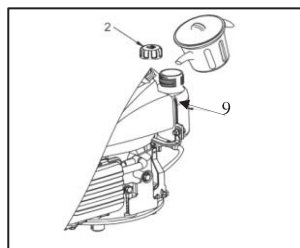

Abb. 4
1. Entfernen Sie die Kappe (2) vom Kraftstofftank.
2. Füllen Sie den Tank bis zur Füllstandgrenze am Hals des Tanks (9) mit Benzin. (Abb. 4)